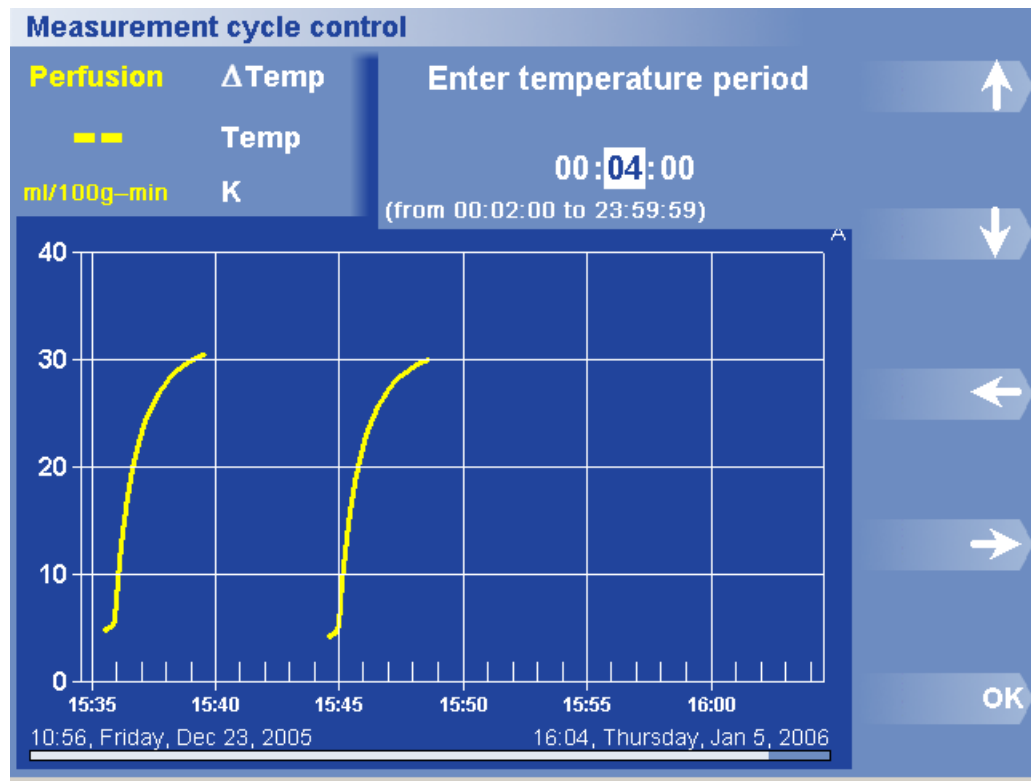

Figure 40. Boîte de dialogue et menu Période de température
2. Cliquez sur Période de température. La boîte de dialogue Période de température apparaît (figure 40).